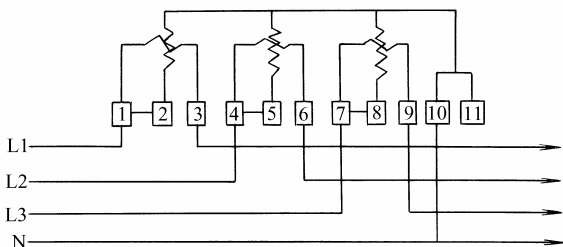
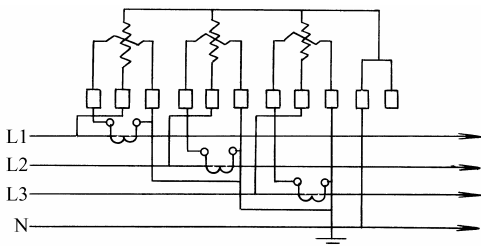
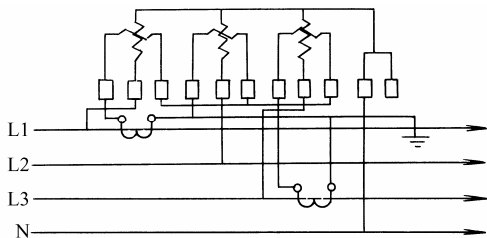
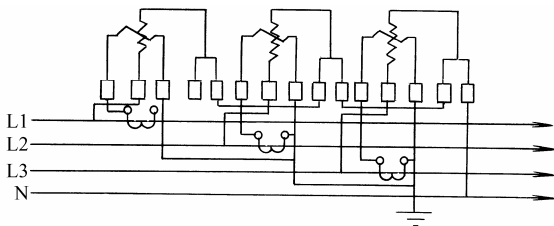

图 3-29 三相四线制有功电能表直接接线
图 3-30 三相四线制有功电能表经电流互感器接线
图 3-31 三相四线制有功电能表经二只电流互感器接线
图 3-32 三只单相电能表经三只电流互感器接线
3. 三相四线制交流电路有功电能的测量 三相四线制有功电能表直接接线如图 3-29 所示; 三相四线制有功电能表经三只电流互感器接线如图 3-30 所示; 三相四线制有功电能表经二只电流互感器接线如图 3-31 所示; 三只单相电能表经三只电流互感器测量三相四线制有功电能的接线如图 3-32 所示。